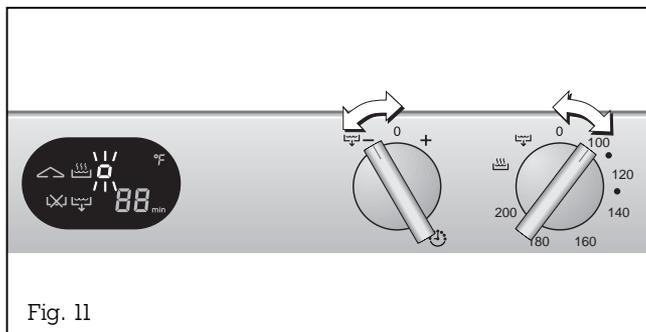

Fig. 11
- Ramenez le bouton « Minuteur » en position 0. Sur l'afficheur, l'indication  (sécurité enfants) clignote (fig. 11). Vous pouvez maintenant tourner le bouton température dans une position quelconque sans que l'appareil chauffe.